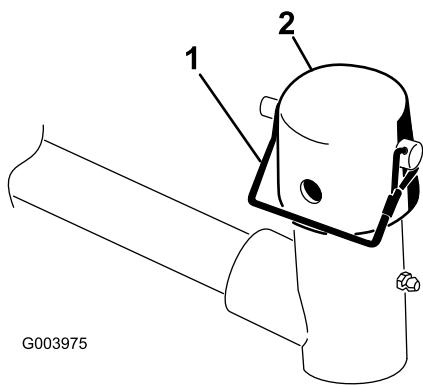

Figura 9
7. Togliete il perno di ritenuta e il cappuccio dalla forcella di articolazione del braccio di sollevamento (Figura 9).
- 11. Fissate il cappuccio e l'albero del telaio portante alla forcella del braccio di sollevamento con il perno di ritenuta (Figura 9).